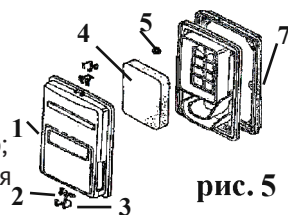

рис. 5
- снимите крышку воздушного фильтра (рис.5 поз.1);
(рис.5 поз.4);